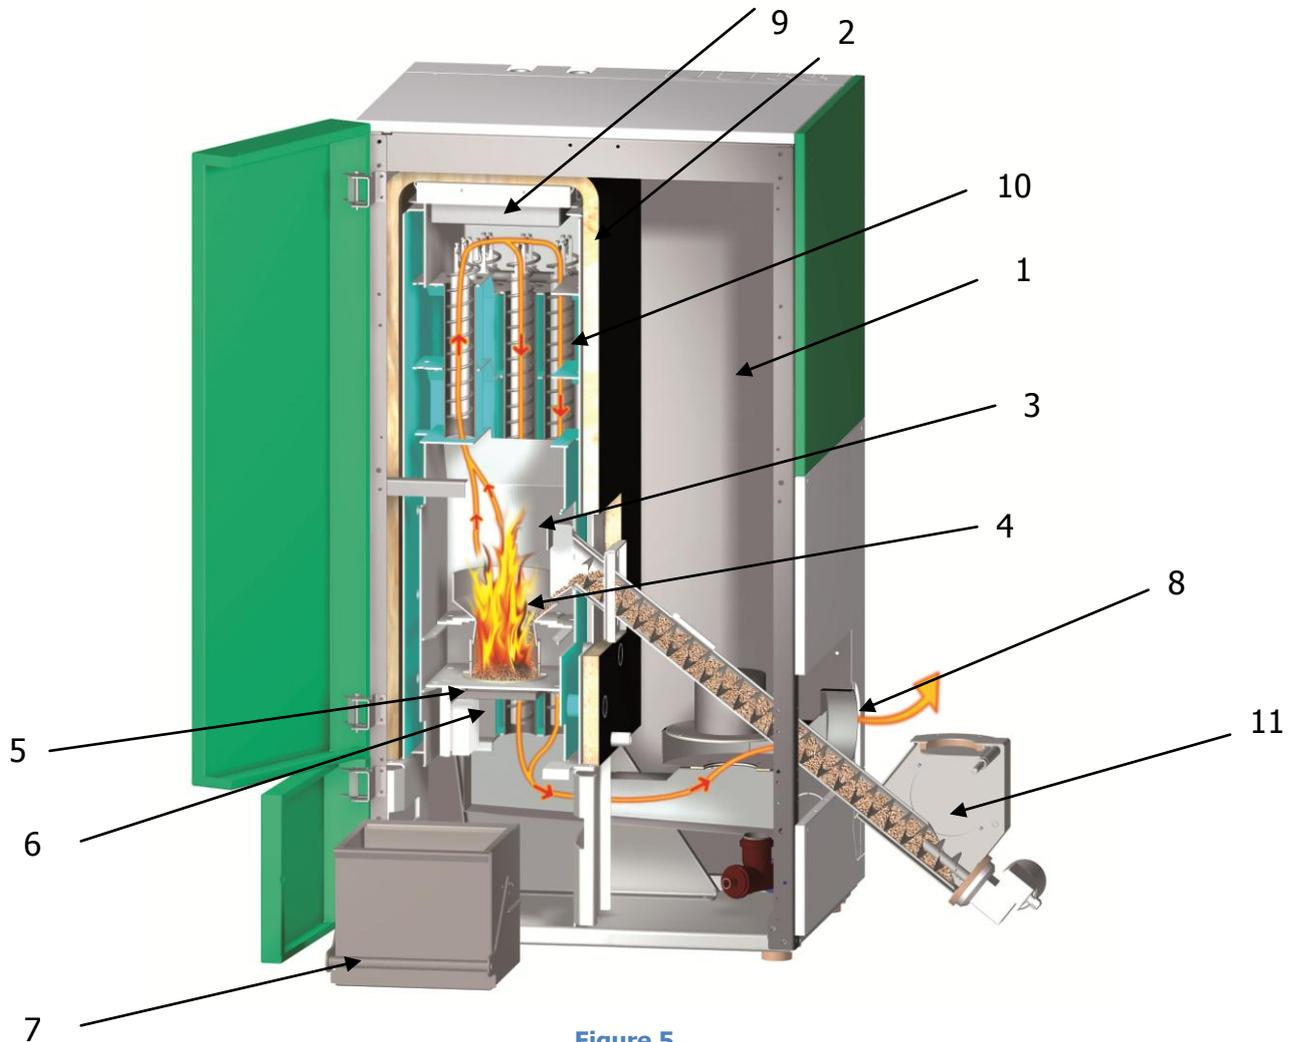

Figure 5
6.1 Coupe pelletstar CONDENSATION pour vis d'extraction (figure 5)